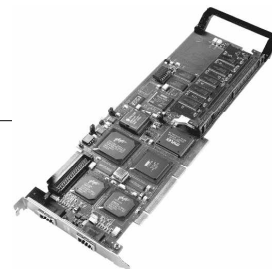

图6 EXTREME RAID 3000
2. 支持多种RAID级别，如Mylex公司的EXTREME RAID 3000（图6）可以支持RAID 0、1、3、4、5、10、30、50